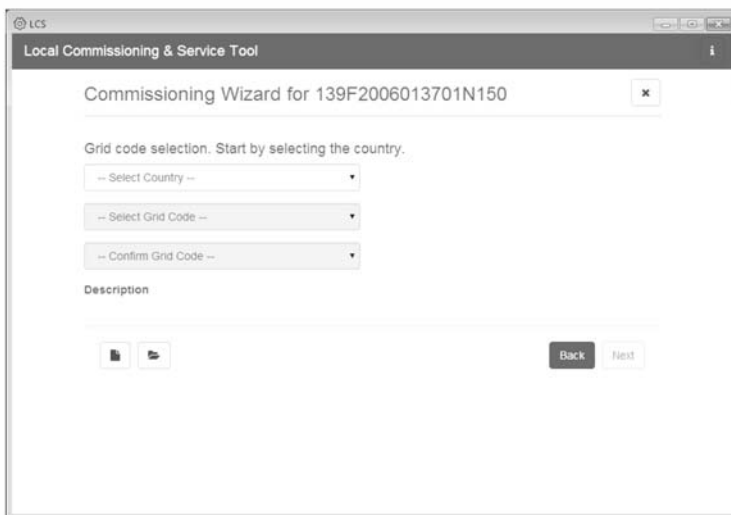

Figura 5.6 LCS-Tool – Selezionare il paese e il codice rete
7. Selezionare il paese desiderato dall'elenco delle opzioni disponibili per gli inverter nella rete. V. figura 5.6.
8. Selezionare il codice di rete desiderato da un elenco delle opzioni disponibili per il paese selezionato. Se necessario, caricare un codice di rete personalizzato facendo clic sul pulsante **[Load]**. V. figura 5.6. Il pulsante **[Create]** è inattivo e non può essere usato.